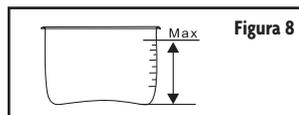

Figura 8
- Saque el recipiente interno de acero inoxidable de la base y llénelo con la comida y el líquido que desee cocinar. La cantidad total de comida y líquido **JAMÁS** debe superar el nivel máximo que está marcado en el recipiente interno. Se recomienda no llenar el recipiente interno por sobre 2/3 de su capacidad total. Algunos alimentos que se expanden al cocinarse, como ser arroz, porotos o verduras desecadas, no deberían llenarse más de la mitad del recipiente interno. Llenar en exceso podría provocar el taponamiento de los conductos de ventilación y generar un exceso de presión que podría provocar derrames, daños a la unidad o lesiones personales. (Consulte la Figura 8.)